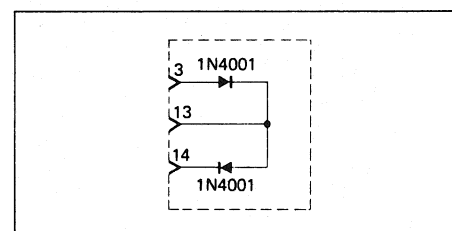

Fig. 4.2
- Adapterschaltung gemaess Fig. 4.2
- Anstelle des BIAS CONTROL PCB wird die Adapter-schaltung gemass Fig. 4.2 eingesetzt.